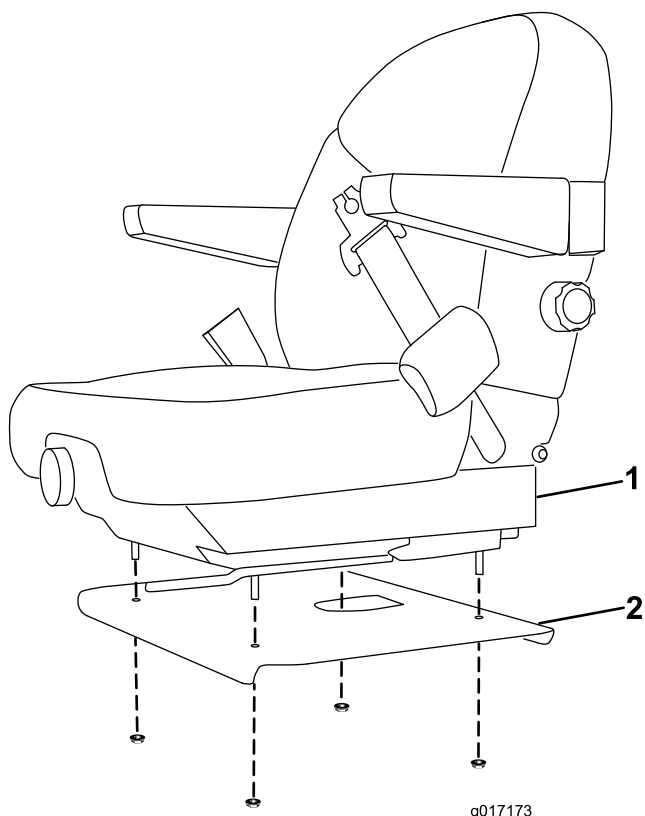

Figure 3
7. Retirez les fixations qui maintiennent le siège sur sa base (Figure 3). Enlevez le siège.